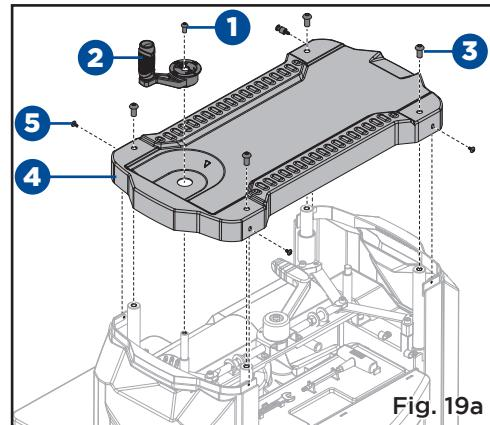

Fig. 19a
**REPLACER LA COURROIE DE DISTRIBUTION (Fig. 19a-19f)**
- Desserrez et retirez la vis à tête hexagonale M6 x 16 (1). Retirez la poignée de réglage de la tête de coupe (2).
- Retirez quatre vis à tête plate creuse hexagonale (3) du panneau supérieur (4) de la raboteuse.
- Retirez quatre vis autotaraudeuse à tête rondes (5) en fixant les panneaux latéraux au panneau supérieur (4) de la raboteuse.